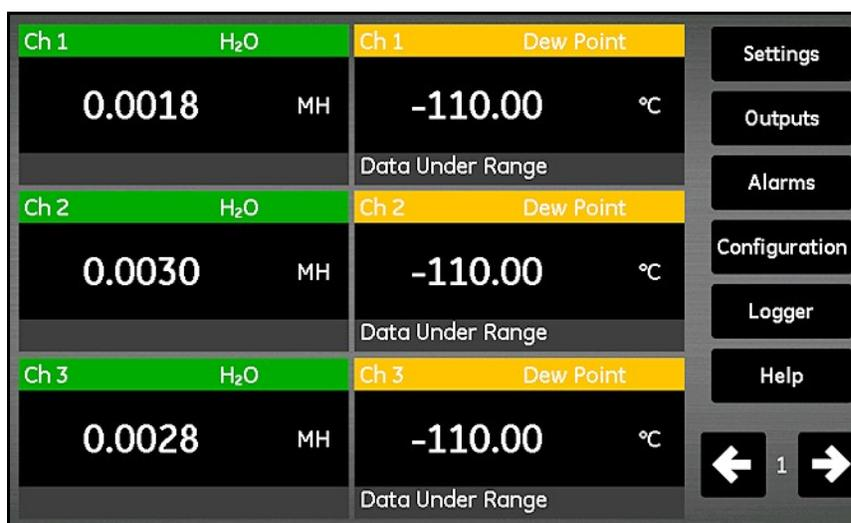

Рис. 27: Экран показаний
3. Экран показаний, аналогичный тому, что представлен на *Рис. 27* ниже.
Сенсорный экран показаний, представленный на *Рис. 27* выше, состоит из следующих элементов.